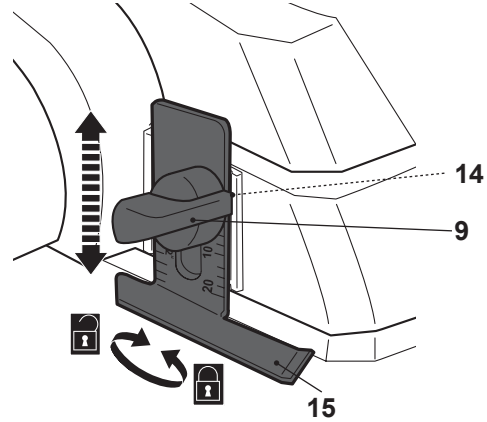

Fig. 4
- > Alinee la ranura del tope de profundidad para rebajes (15) con el orificio de montaje (14) y fíjelo con un tornillo mariposa (9) (Fig. 4).
- > Ajuste el tope de profundidad para rebajes (15) a la profundidad deseada utilizando la escala como guía.
- > Apriete el tornillo mariposa (9).